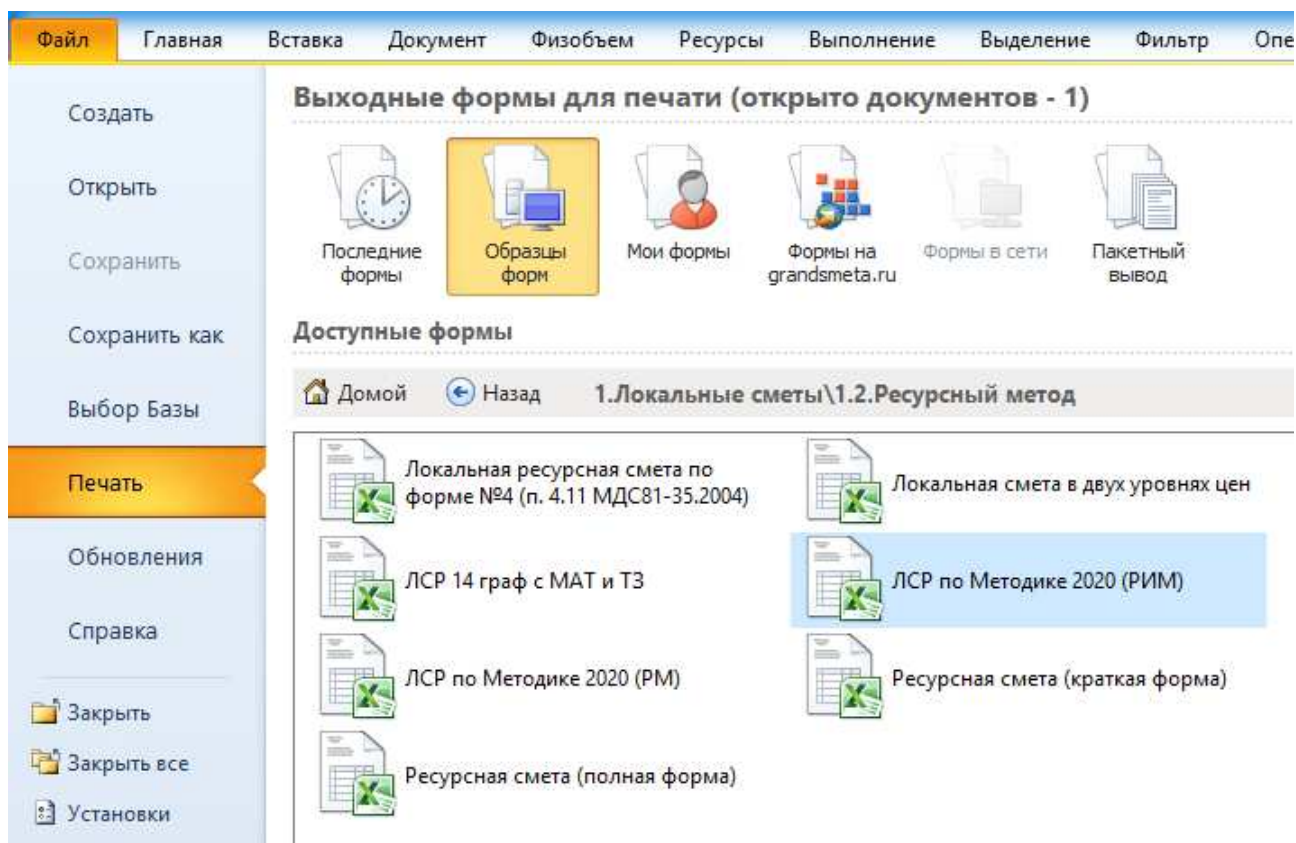

Рисунок 12.1. Выбор формы для печати
- Выберите команду **Файл** → **Печать** → **Образцы форм** → **Локальные сметы** → **Ресурсный метод**. Появятся названия документов, в которые можно экспортировать локальную смету (рис. 12.1).